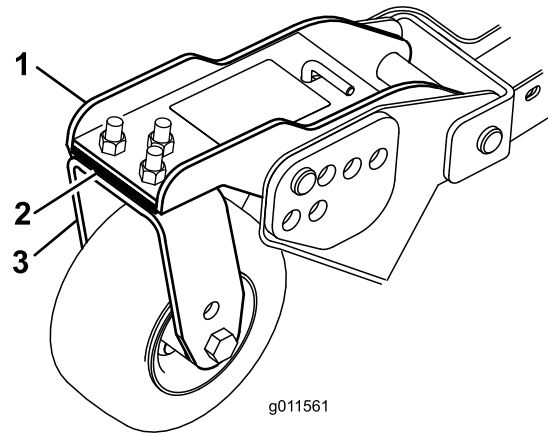

Figure 110
1. Enlevez les vis et écrous de fixation de la roue pivotante à la fourche (Figure 110).